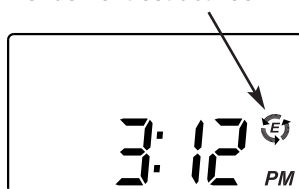

FIG. 26
3. Appuyez six fois sur le bouton CHOISIR pour revenir à l'écran de fonctionnement normal (consultez la figure 26).